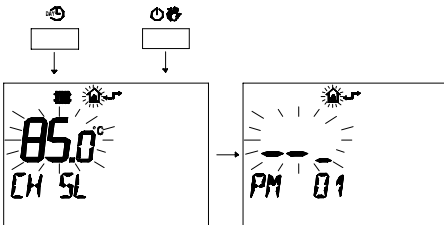

fig. 5.48
- 2 Premere contemporaneamente i pulsanti PM e ON per entrare nella programmazione trasparente fig. 5.48